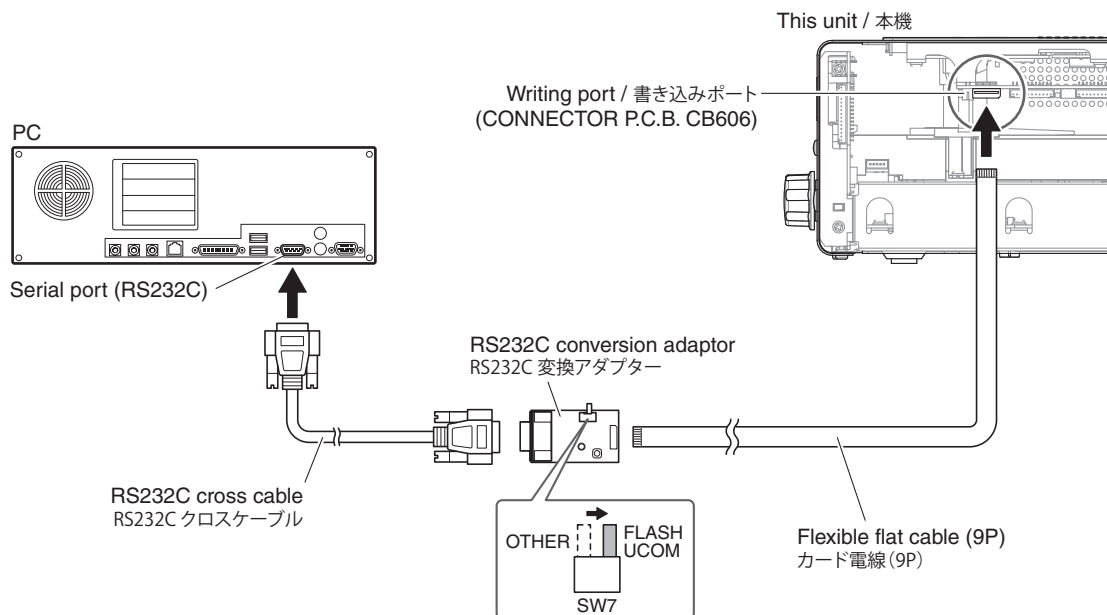

Fig. 1
- Connect the writing port (CB606 of CONNECTOR P.C.B.) of this unit to the serial port (RS232C) of the PC with RS232C cross cable, RS232C conversion adaptor and flexible flat cable as shown below. (Fig. 1)
- Set the switch (SW7) of RS232C conversion adaptor to the “FLASH UCOM” position. (Fig. 1)
- 本機の書き込み用ポート (CONNECTOR P.C.B. の CB606) と PC のシリアルポート (RS232C) を下記のように接続します。(Fig. 1)
- RS232C 変換アダプターのスイッチ (SW7) を “FLASH UCOM” 側に設定します。(Fig. 1)